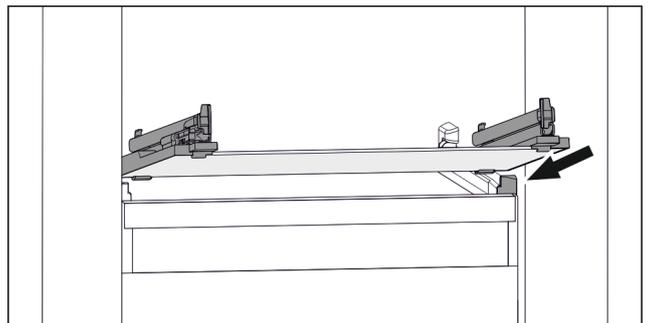

Fig. 78 Rappresentazione esemplificativa del ripiano in vetro
- ▶ Applicare il ripiano in vetro obliquamente dietro i fermi. (vedere Fig. 78)